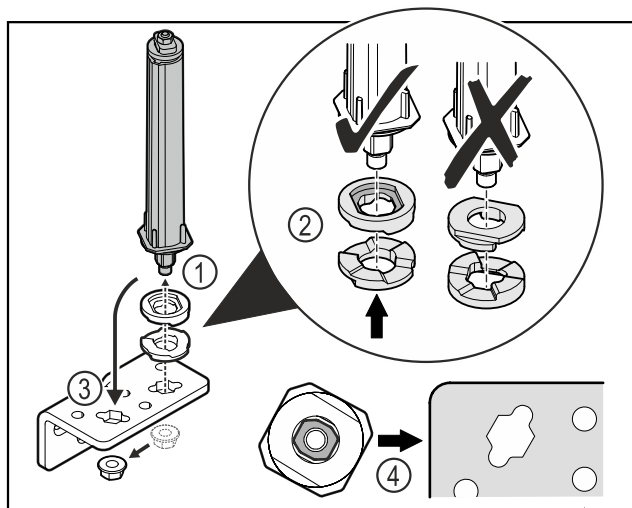

Fig. 32
- ▶ Løsn møtrikken, og fjern dørlukkesystemet Fig. 32 (1).
- ▶ Vær opmærksom på, at højdeindstillingskiverne vender korrekt Fig. 32 (2).
- ▶ Flyt lukkesystemet i hængselvinklen, og fastgør med møtrikken Fig. 32 (3).
- ▶ Vær opmærksom på, at dørlukkesystemet vender korrekt, når det sættes i Fig. 32 (4).